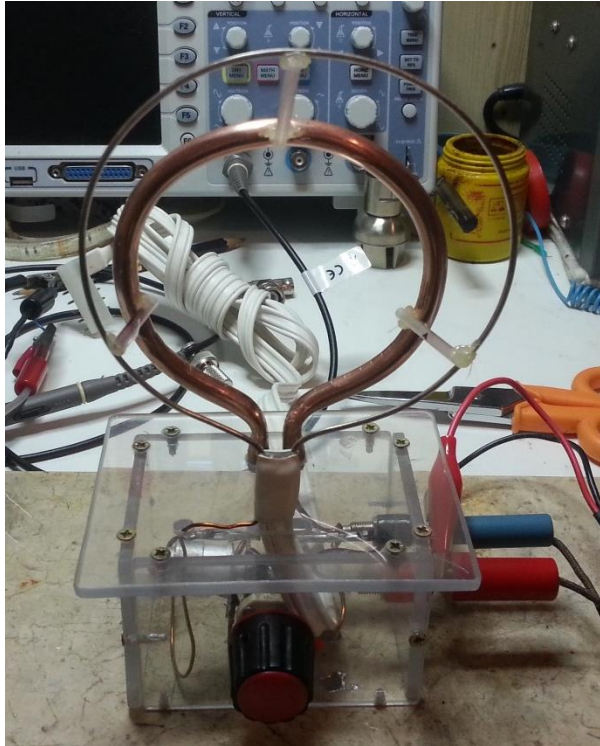
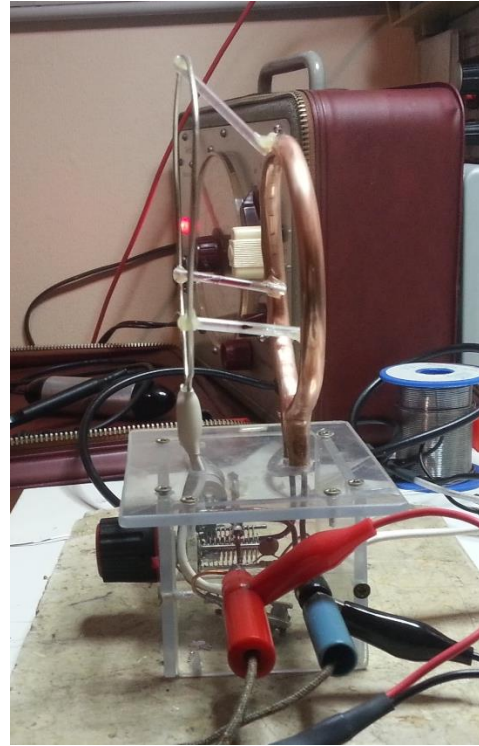

Figura 19: Vista frontale dell'accoppiamento fisso delle bobine.
Figura 20: Vista laterale dell'accoppiamento fisso delle bobine.
- Per prima cosa ho fissato la bobina d'antenna alla bobina di sintonia per mezzo di tre spezzoni di tubetto di plastica (ex contenitore di inchiostro di penna Biro) incollati con colla termica, come indicato nelle foto di Figura 19 e Figura 20. In questa maniera l'accoppiamento tra L_1 e L_2 è stato sempre lo stesso per tutti i diodi;